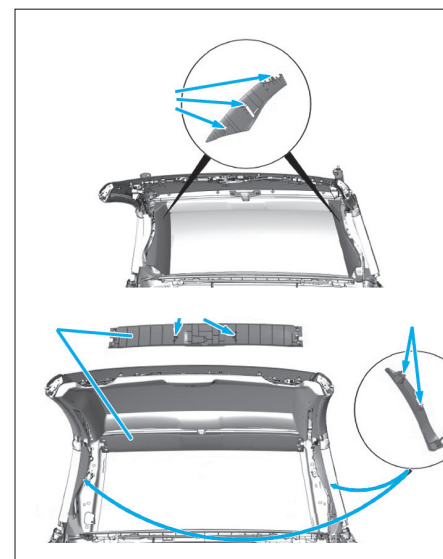

FIG. 43
- Dégrafer les garnitures de la lunette AR comme illustré (Fig.43).